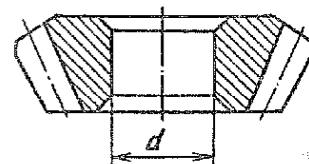

Рис. 144. Сателлит дифференциала
2.11. Сателлит дифференциала (рис. 144)